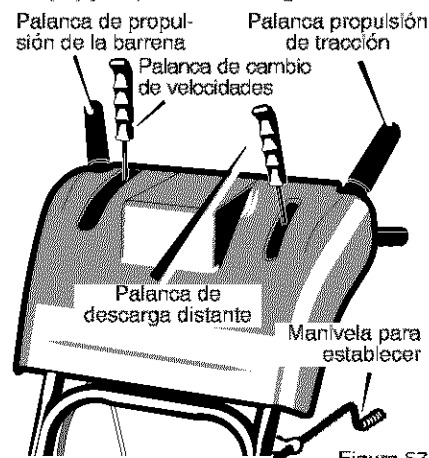

Figura 57
1. Para detener el lanzamiento de nieve, suelte la **palanca de propulsión de la barrena** (vea la Figura 57).
1. Para cambiar de velocidad, suelte la palanca de propulsión de oruga y mueva la palanca de cambios a la velocidad deseada (Figura 57). La velocidad en el terreno estará determinada por las condiciones de la nieve. Seleccione la velocidad que desea moviendo la palanca de cambio de velocidades a la ranura apropiada de la placa de la palanca de cambios.
1. Empuje la palanca de propulsión de la barrena hacia abajo (lado derecho) (vea la Figura 57).